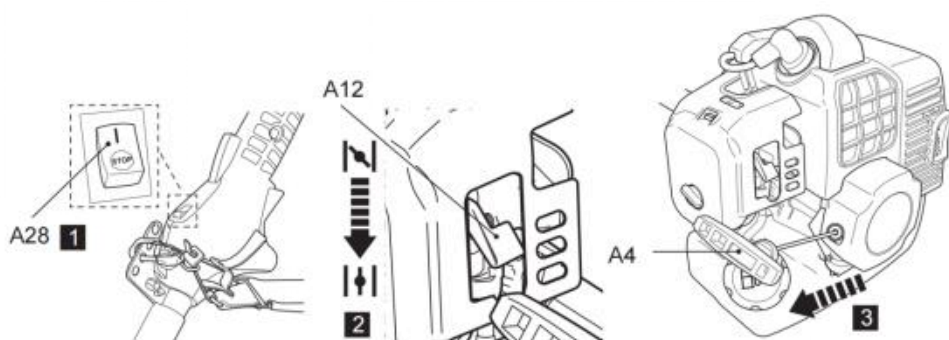

Fig. 40
5. Lekko pociągnij za uchwyt rozrusznika ręcznego (A4), aż poczujesz opór, a następnie pociągnij go szybko. Powtarzaj tę czynność, aż silnik się uruchomi (rys. 40).